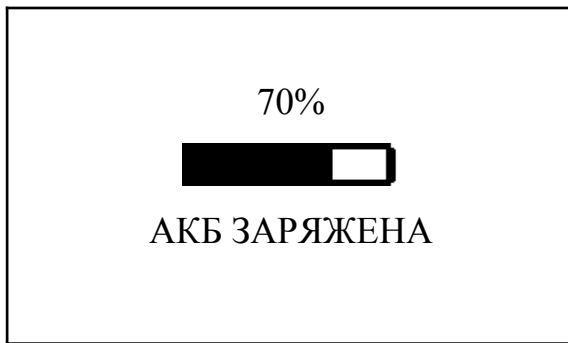

Рисунок 6 – Вид экрана после включения прибора
2.2.3.1 Для проверки работоспособности прибора нажать кнопку включения прибора . В центре экрана должна появиться информация об уровне заряда аккумулятора (см. рис. Рисунок 6).